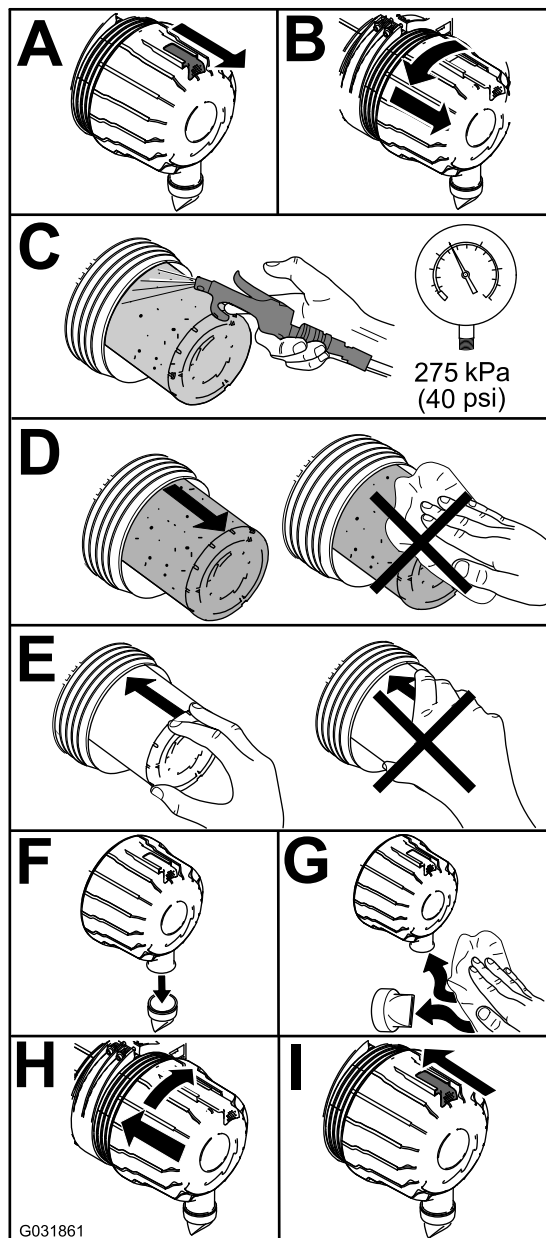

Figura 48
1. Sostituite l'elemento del filtro dell'aria (Figura 48).